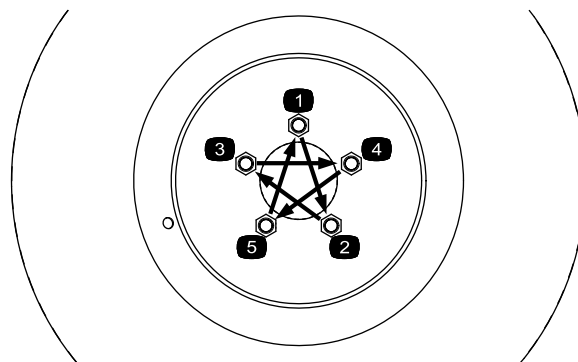

Figure 9
4. Reposez les roues arrière et serrez les écrous de roues en étoile à un couple de 94 à 122 N·m (Figure 9).